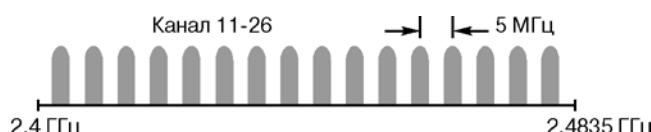

Рис.1.
- диапазон частот IMS 2,4 ГГц, разделенный на 16 радиоканалов (см.рис.1);